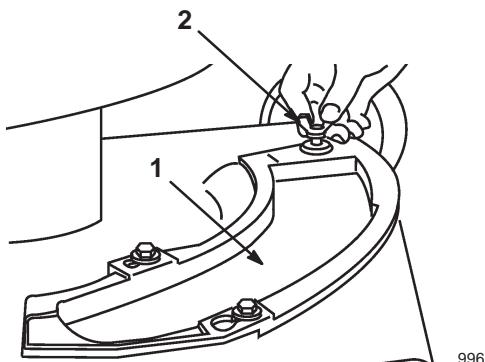

Figure 39
2. Enlevez la vis papillon qui fixe la plaque d'obturation au carter (Fig. 39).
- Enlevez la vis papillon qui fixe le déflecteur de broyage au carter (Fig. 39).
- Enlevez la vis papillon qui fixe la plaque d'obturation au carter (Fig. 39).